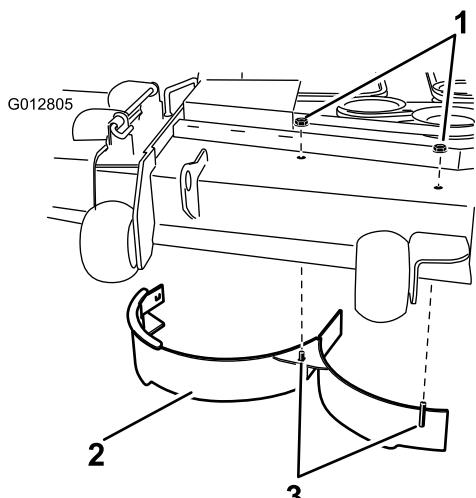

Figure 34
- Retirez les deux contre-écrous (5/16 po) qui fixent les montants soudés du déflecteur droit sur le dessus du plateau de coupe, au centre et à droite du centre (Figure 34). Déposez le déflecteur droit du plateau de coupe.